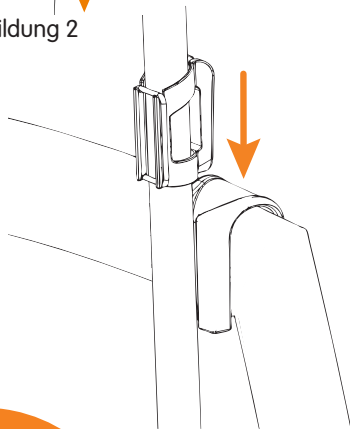

Abbildung 3
2. Click the frame clamp on the frame of the Rollz Motion by pushing the frame clamp straight down onto the frame. Always make sure that you put the frame clamp on the front side of the Rollz Motion (Fig. 3).
3. Take your cane or crutch with the attached cane clamp and hold it with the V-shape towards the Rollz Motion. Now slide it downwards into the gap of the frame clamp (Fig. 3).
2. Rasten Sie die Rahmenklemme durch Klicken auf dem Rahmen des Rollz Motion ein, indem Sie die Rahmenklemme gerade nach unten auf den Rahmen drücken. Achten Sie hierbei darauf, die Rahmenklemme an der Vorderseite des Rollz Motion zu platzieren (Abb. 3).
3. Nehmen Sie Ihren Gehstock oder Ihre Krücke mit der daran befestigten Stockklemme und halten Sie diese mit der V-Form zu dem Rollz Motion hin gewandt. Schieben Sie sie nun von oben nach unten in die Aussparung der Rahmenklemme (Abb. 3).